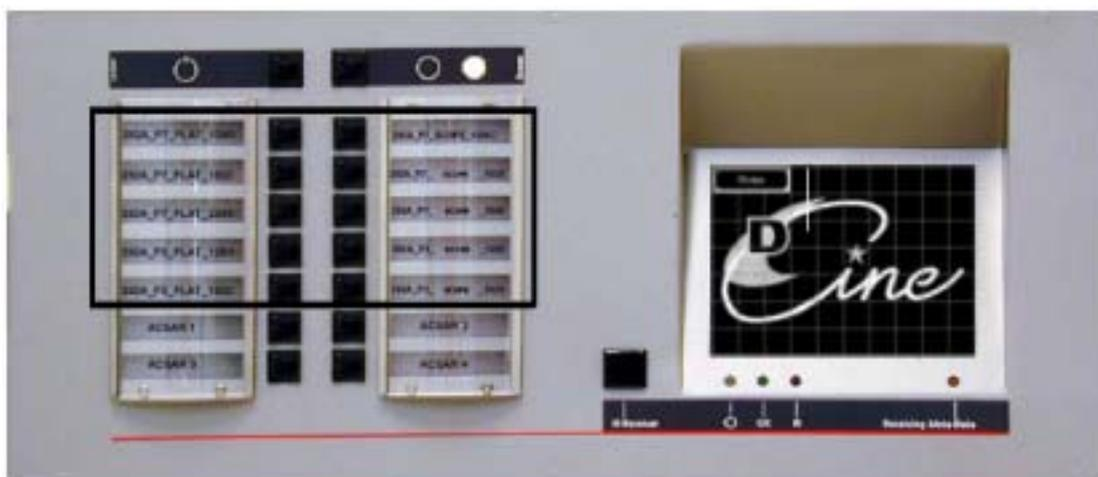

图 4-2 预配置的按钮
1. 下图给出了分配给宏的工厂按钮。(图 4-2)
1. 下图给出了分配给宏的工厂按钮。（图 4-2）